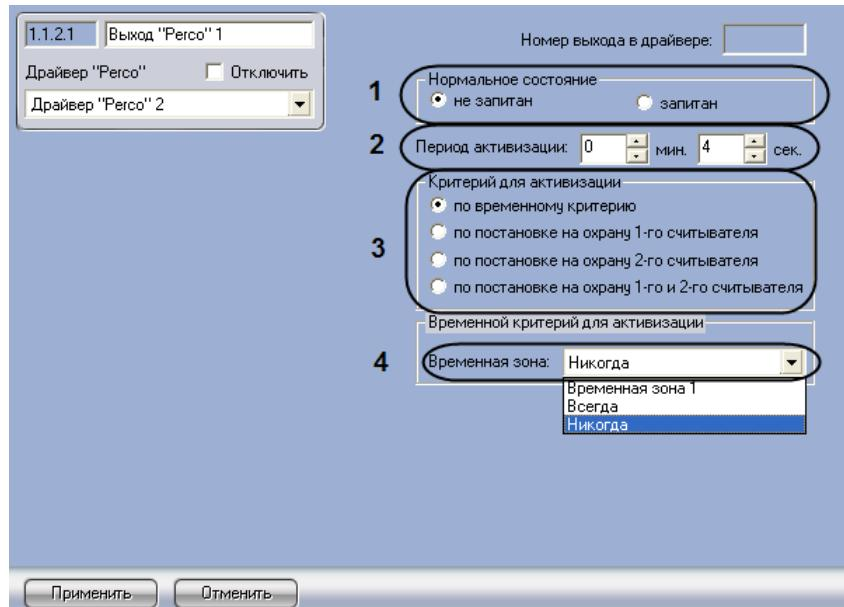

Рис. 3.8—2. Настройка выхода Perco
2. Выбрать состояние выхода при отсутствии управляющих воздействий, то есть до момента подачи управляющего сигнала, установив переключатель **Нормальное состояние** в положение **не запитан**, если питание на выходе быть не должно, или в положение **запитан**, если питание на выходе должно быть (см. Рис. 3.8—2, 1).
3. Установить промежуток времени, в течение которого при наличии активизирующего управляющего воздействия релейный выход меняет свое состояние из нормального в противоположное, в полях **Период активизации** с помощью кнопок **вверх-вниз**(см. Рис. 3.8—2, 2). Диапазон допустимых значений – от 00 мин. 00 сек. до 07 мин. 56 сек.